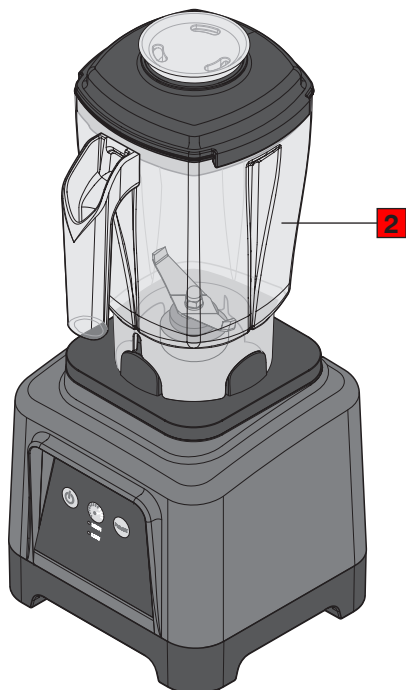
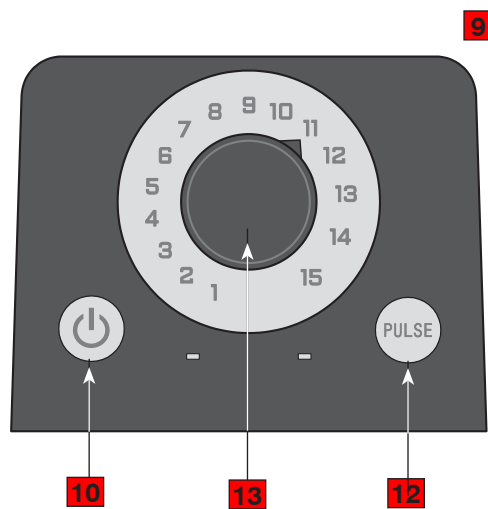

Abb. 3
Abb. 4
**STANDMIXER B180, B185, B280 und B284****Hauptkomponenten des Gerätes (Abb. 1, Abb. 1a, Abb. 2, Abb. 3, Abb. 4)**